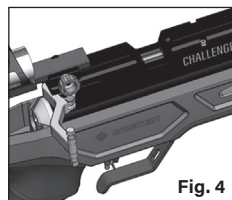

Fig. 4
2. Tire hacia atrás de la palanca lateral a la posición de amartillado (Fig. 4).